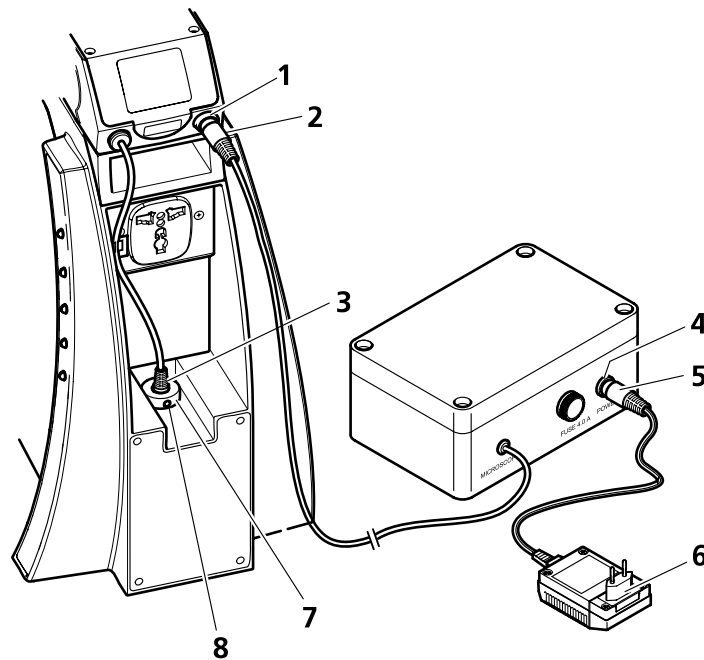

图 13 电池供电单元连接
- 将插头式电源转换器（图 13/6）上的插头（图 13/5）从落射装置插孔（图 13/1）中拔出，并插入电池供电单元（图 13/4）上的插孔。落射装置上的插头（图 13/3）已经与显微镜上的插孔（图 13/7）处于插接状态。
- 将电池供电单元插头（图 13/2）插入落射装置插孔（图 13/1）。
- 将插头式电源转换器（图 13/6）插入电源插座。
- 在仪器背面松开无头螺钉（图 13/8），将插头式电源转换器（图 13/6）的插头（图 13/5）从显微镜插孔（图 13/7）中拔出。
- 将插头式电源转换器的插头插入电池供电单元上的插孔（图 13/4）。
- 将电池供电单元插头（图 13/2）插入座架上的插孔（图 13/7），并用无头螺钉（图 13/8）紧固。